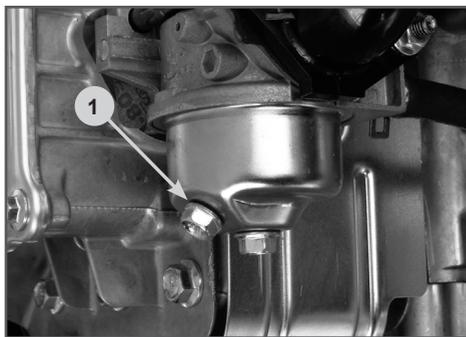

Рис. 14 Слив топлива из карбюратора
- Открутите болт 1 сливного отверстия (Рис. 14) и слейте топливо из поплавковой камеры карбюратора.